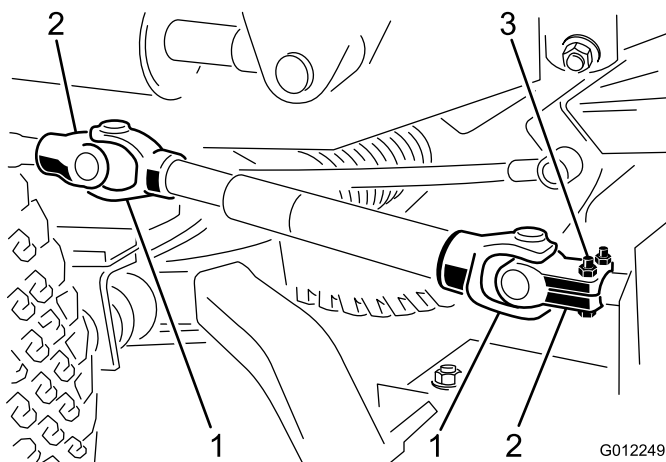

Figura 8
1. Allineate i fori nella forcella e l'albero in entrata della scatola degli ingranaggi. Fate scorrere la forcella sull'albero e fissate con un perno e rullo, 2 viti a testa cilindrica (5/16 x 1-3/4 poll.) e dadi di bloccaggio (5/16 poll.) (Figura 8).